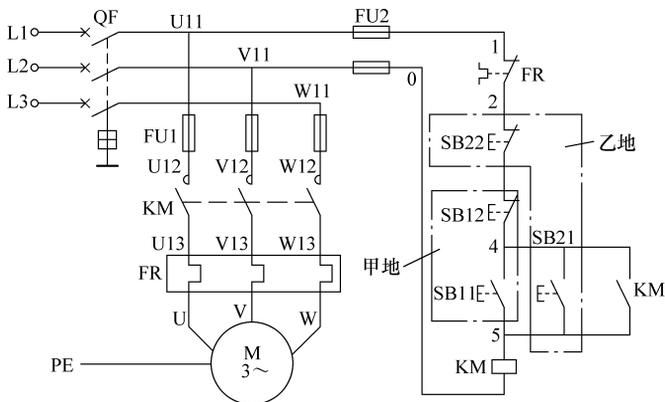

图 1-37
1. 识读三相异步电动机两地正转控制电路 (见图 1-37)。